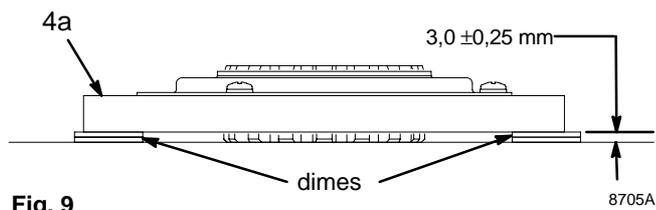

Fig. 9
1. Fig. 9. Coloque dos pilas de dos monedas de duro sobre la superficie uniforme de un banco.